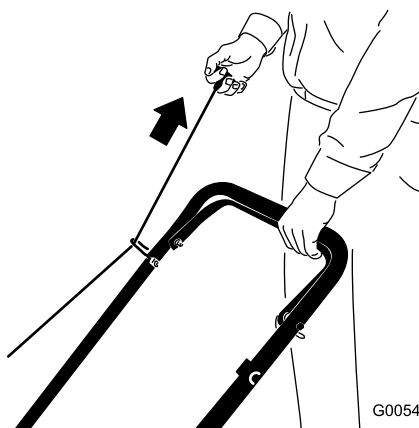
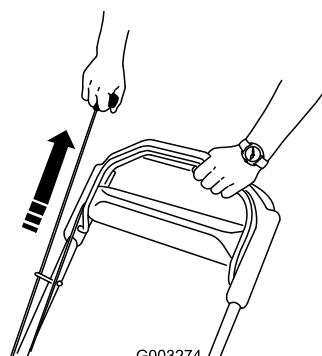

Figura 15
Figura 16
4. Tire del arrancador de retroceso (Figura 15) o (Figura 16).